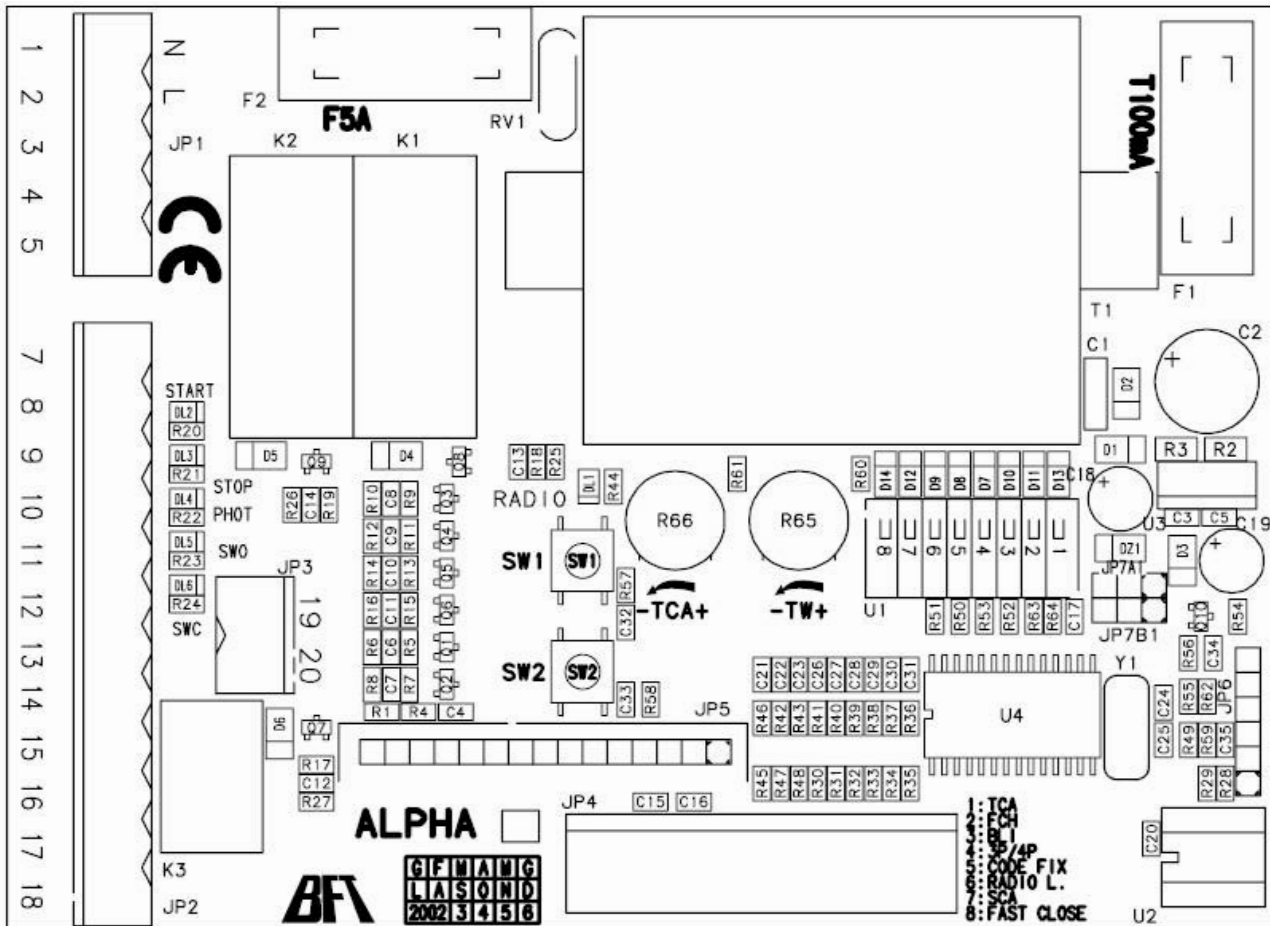

рис. 3
- Разъем платы радио 1-2 канальной (рис. 3).
4. Светодиоды LED (рис. 3)
5. Переключатели DIP (рис. 3)
6. Регулировка триммеров (рис. 3)